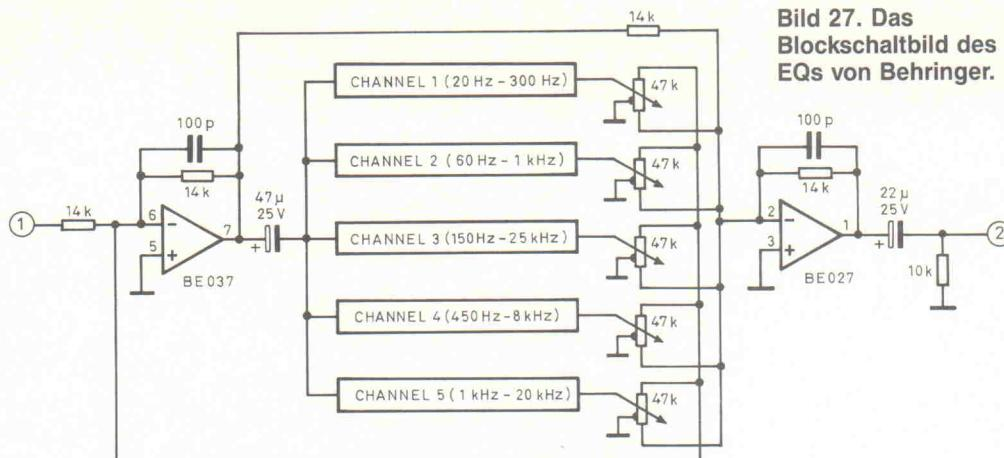

Bild 27. Das Blockschaltbild des EQs von Behringer.
Bild 27 zeigt den parallelen Filteraufbau mit doppeltem Summierer für H. Die Potis für selbe Funktion besitzen Mittelanschlüsse nach Masse, so daß die  $\pm 0\text{-dB}$ -Stellung garantiert wird. Die Aufteilung in fünf Frequenzbänder hat mehrere Gründe:
- Bild 27/28: Behringer Parametric